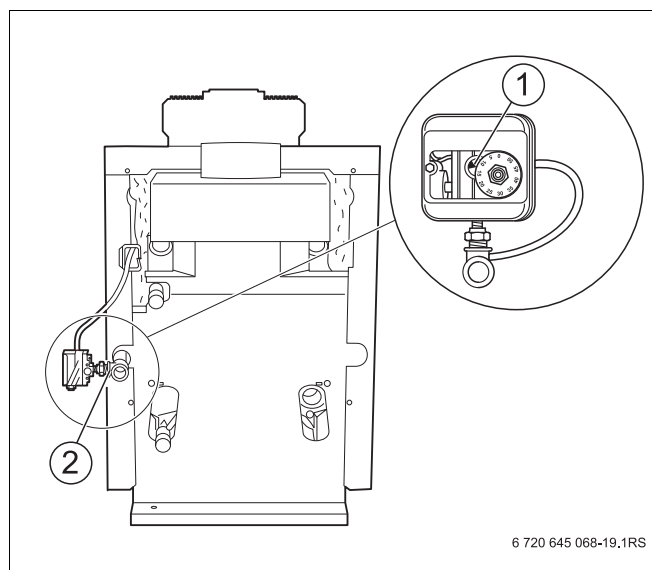

Рис. 20 Подключение газа
- Без натяжения подключить газопровод к газовому вводу котла (Рис. 20, поз. 2).
- Для сжиженного газа установить через переходник, поставляемый с деталями для перенастройки, прибор контроля давления газа (Рис. 20, поз. 1) непосредственно на штуцер подключения газа (Рис. 20, поз. 2) отопительного котла так, чтобы регулировочный диск был направлен вверх или наружу.